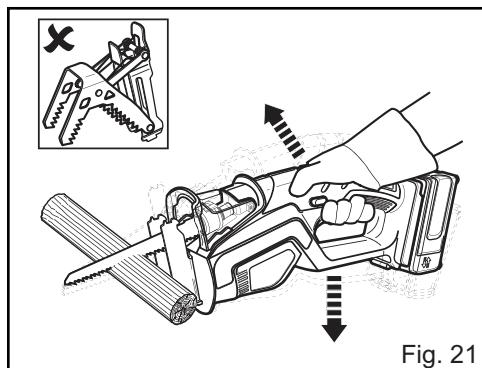

Fig. 21
- Déplacez le produit en le faisant pivoter de sorte que la lame coupe la pièce à travailler de manière égale (Fig. 21).